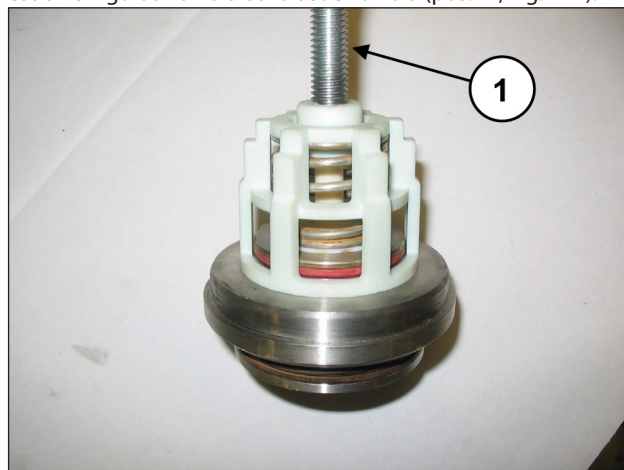

Fig. 114
Smontare i gruppi valvola di aspirazione e mandata avvitando una vite M10 in modo da premere sulla guida interna ed estrarre il guida valvola dalla sede valvola (pos. ①, Fig. 114).